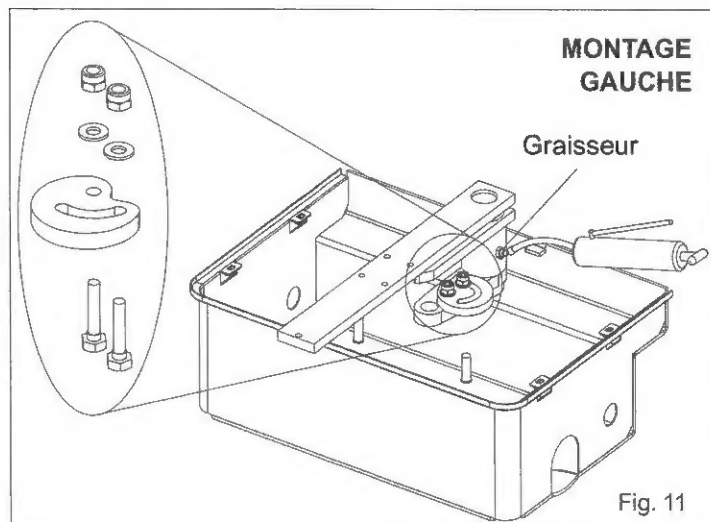
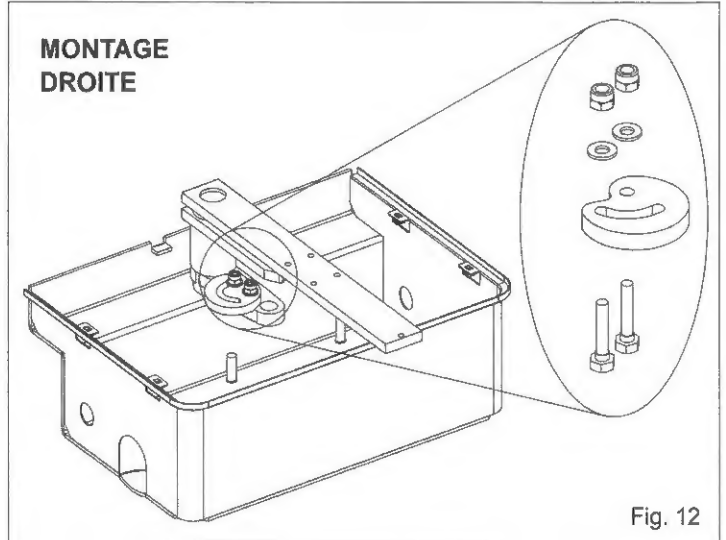

Fig. 11
Fig. 12
2.7. Insérer la came de fin de course à l'ensemble manivelle et fixer la avec les vis spéciales (montage à gauche Fig. 11, montage à droite Fig. 12)
Dans la mise en fonction de l'installation il est impératif de lubrifier la caisse comme en Fig. 11 jusqu'à l'écoulement de la graisse. (indice de graisse DIN 51502 KP 2 N-20 - K 2 K-20).